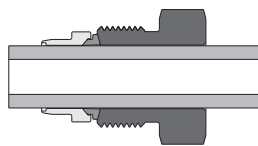

图1
1. 将卡套螺母和卡套按固定顺序和方向套在Tube 管上 (图 1)。
1. 将卡套螺母和卡套按固定顺序和方向套在Tube管上(图1)。